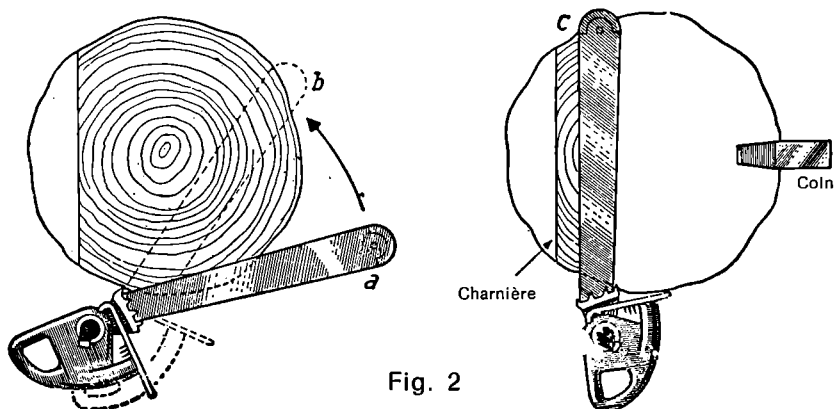

Fig. 2
- Pour exécuter correctement la coupe, après avoir entaillé, approcher les griffes de la Tronçonneuse et faire pivot fig. 2.